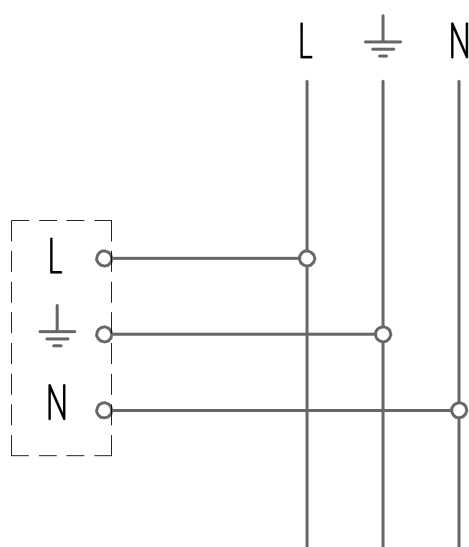

Рисунок 3 - Схема подключения светильника к сети
5.8 Подключите светильник к сети согласно схеме, приведённой на рис. 3, обеспечивая герметичность соединения.